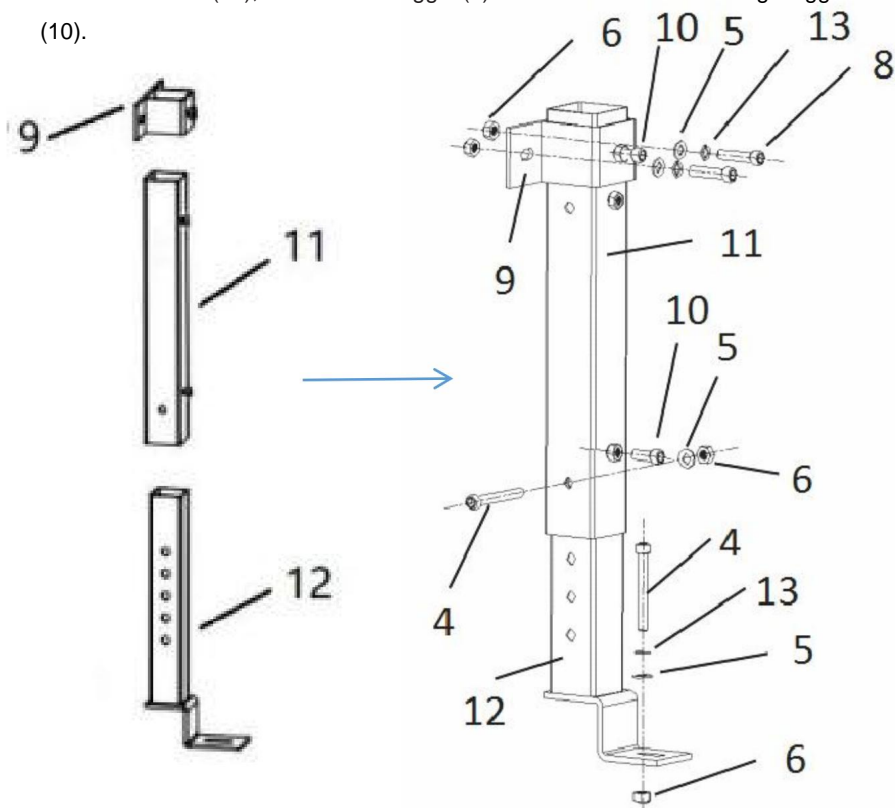

Figura 2
1 Installare la staffa di montaggio (9), la staffa estesa (11) e la staffa di base (12) su un lato del cassone del camion. Mostrare come nella figura 2.
- A. Segnare i 3 fori di perforazione sul portapacchi del camion per la staffa di montaggio (9) e staffa di base (12) e forare i fori
- B. Inserire il bullone (4) nella staffa estesa (11) e nella staffa di base (12), bloccare con rondella piana (5) e dado di bloccaggio (6).
- C. La staffa di montaggio (9) scorre nell'estensione staffa (11) nella posizione adatta e fissarla con bulloni (8), rondella piana (5), rondella elastica (13), dado di bloccaggio (6). Serrare infine la vite anti-galleggiamento (10).